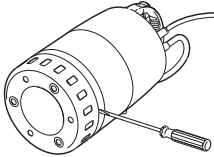

Abb. 9 Demontage des Einlaufsiebes
3. Einen Schraubendreher zwischen Pumpenmantel und Einlaufsieb einführen und drehen, bis sich das Einlaufsieb lockert und abgenommen werden kann, siehe Abb. 9.
2. Einen Schraubendreher zwischen Pumpenmantel und Einlaufsieb einführen und drehen, bis sich das Einlaufsieb lockert und abgenommen werden kann, siehe Abb. 9.